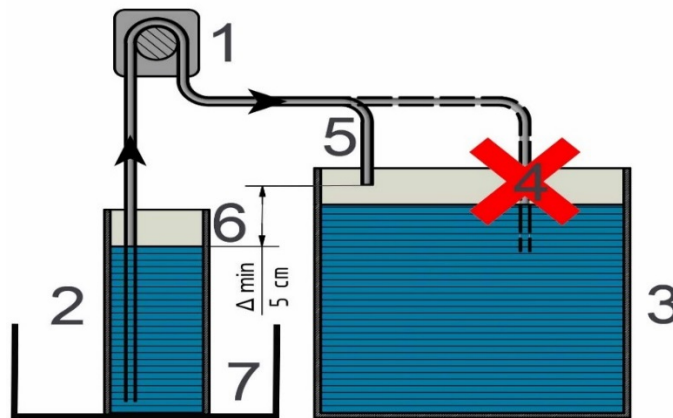

Abb. 1: Sicherheitshinweise:
Die Dosierpumpen (1) sind selbstansaugend und müssen wie in Abb. 1 installiert werden. Nur so verhindert man ein Leerlaufen des Vorratsbehälters (2). Es empfiehlt sich, die Schläuche möglichst kurz zu halten (max. 2 m Wassersäule = 0,2 bar), der Schlauch auf der Saugseite muss aber bis zum Boden des Vorratsbehälters reichen (2). Um einen Rückfluss zu vermeiden, darf der Dosierschlauch nicht im Aquariumwasser hängen (4). Der Wasserstand im Vorratsbehälter (6) muss immer unterhalb des Dosierschlauchendes (5) sein. Der Wasserstand im Filter/Aquarium (3) spielt bei Beachtung dieser Hinweise keine Rolle.